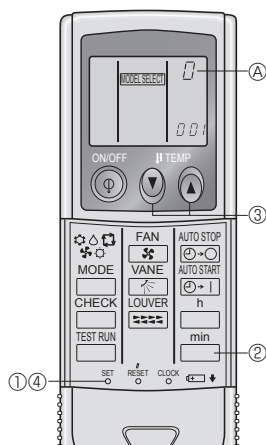

Fig. 6-4
4) Een afstandsbediening aan elk apparaat toewijzen (Fig. 6-4)